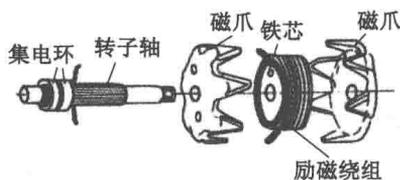

图 1-16 转子的结构
(1) 转子。交流发电机转子的功用是产生磁场。它由集电环、转子轴、磁爪、铁芯、励磁绕组等组成,如图 1-16 所示。